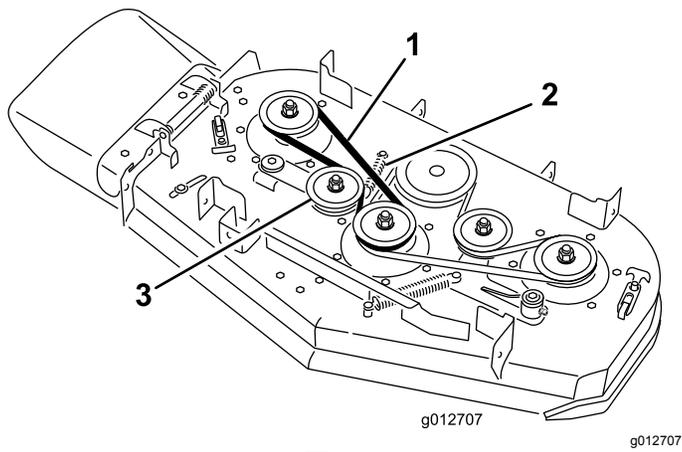

図 65
4. アイドラプーリのアームについているアンカーポストからスプリングを取り外す 図 65。
5. ベルトを取り外す 図 65。
6. デッキプーリとアイドルプーリに新しいベルトを掛け回す 図 65。
7. アイドラプーリのアームについているアンカーポストにスプリングを取り付ける 図 65。